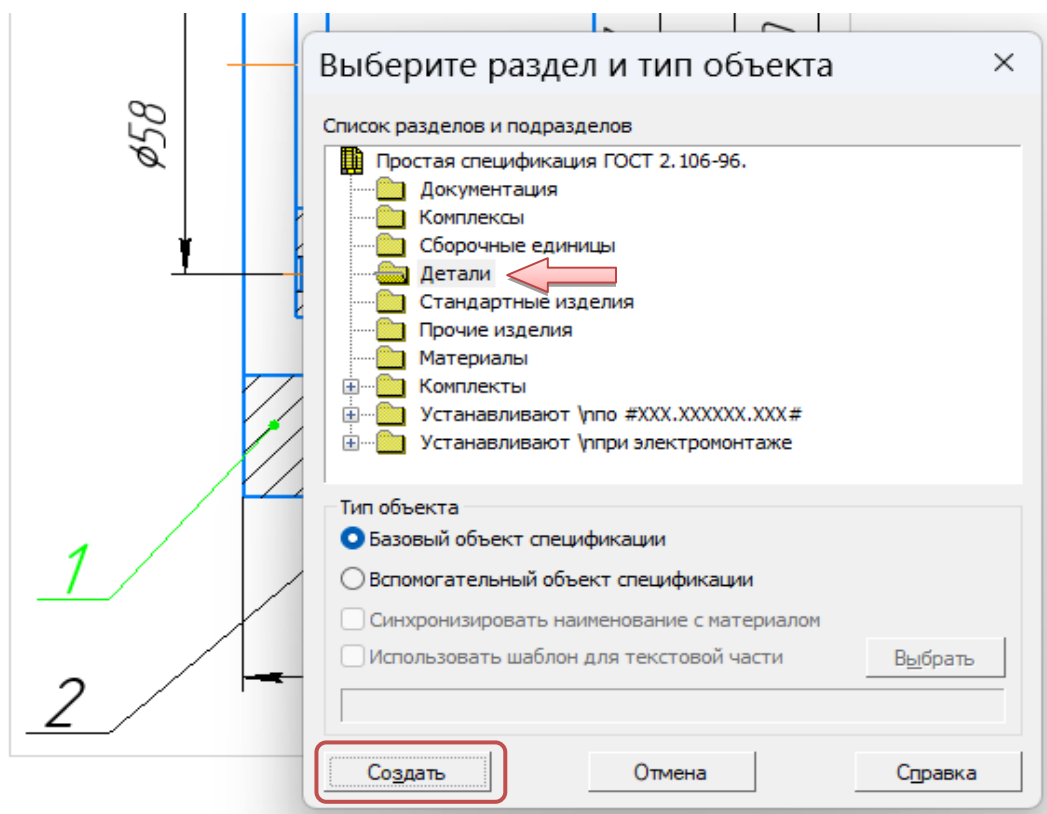

Рис. 2.32. Выбор типа объекта спецификации
- Укажите раздел «Детали» и нажмите кнопку «Создать» (рис. 2.32).